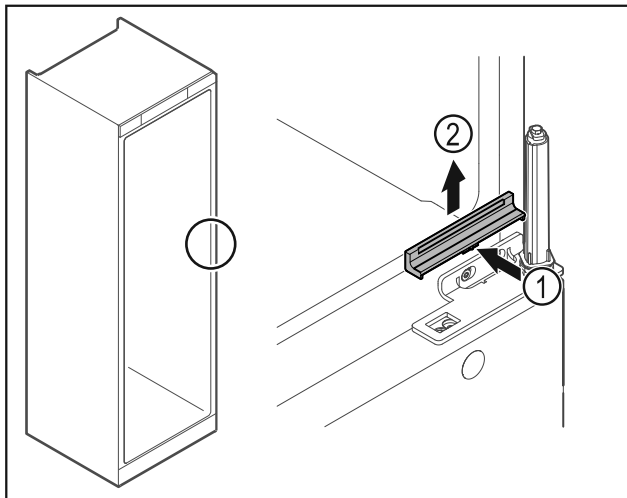

Fig. 31
- ▶ Vajutage katet Fig. 31 (1) keskest veidi sisse ja võtke ülespoole maha Fig. 31 (2).